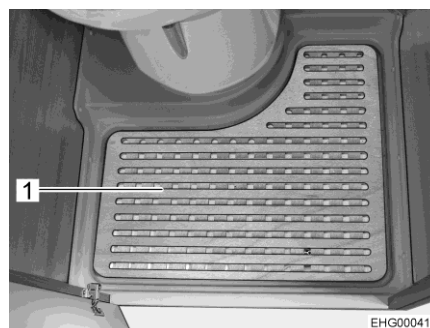

Fig. 70 Piastra del pavimento rimovibile
- Rimuovere la piastra del pavimento (Fig. 70,1) per utilizzare la doccia.